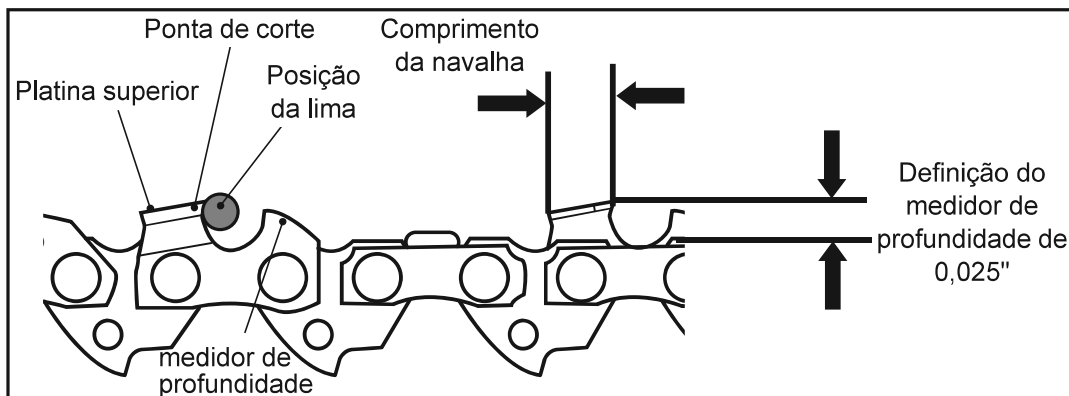

Fig. 41
9. Utilize um instrumento de medição de indicador de profundidade para verificar a altura do medidor de profundidade. A maior parte dos fabricantes de ferramentas de renome fornece bitolas de medição de calibre (Fig. 41).